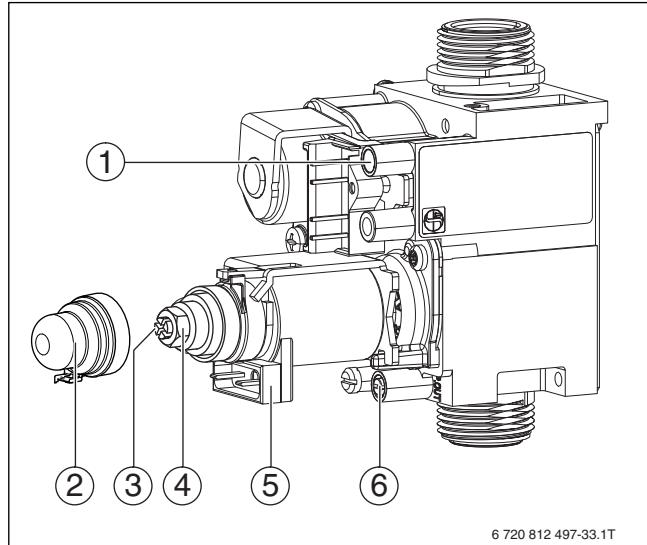

Рис. 26 Газовая арматура
- Отверните запорный винт штуцера измерения давления на форсунках (→ рис. 26, [1]) и подсоедините U-образный манометр.
- Снимите крышку (→ рис. 26, [3]).
- Настройка максимального давления на форсунках: Установите давление на форсунках регулировочным винтом максимального расхода газа (→ рис. 26, [5]) (при этом удерживайте регулировочный винт минимального расхода газа). Поворот направо - больше газа, поворот налево - меньше газа.
- ▶ Отсоедините один из проводов катушки модуляции (\rightarrow рис. 26, [2]).
- ▶ Настройка минимального давления на форсунках. Установите давление на форсунках регулировочным винтом минимального расхода газа (\rightarrow рис. 26, [4]) (при этом удерживайте регулировочный винт максимального расхода газа).